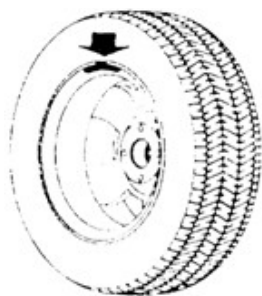

Bild 10-8
10.2.3 Roterat hjulet långsamt tills indikatorn (Bild 5-1(8)) för insidans obalansläge tänds. Fäst en klämvikt av lämplig storlek i läge "klockan 12" på fälgens innerkant (Bild 10-8)